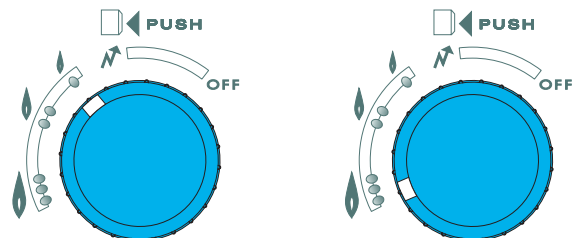

Fig. 11
- De badgeiser met automatische vermogensvariatie is voorzien van een systeem waarmee de gebruiker het maximale vermogen kan beperken. Hiertoe draait u de instelknop (23) tussen de merktekens "↻" tot "↶" (Fig. 11).